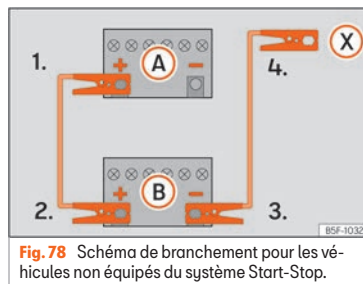

Fig. 78 Schéma de branchement pour les véhicules non équipés du système Start-Stop.
2. Raccordez une extrémité du câble de démarrage **rouge** au pôle positif (+) du véhicule dont la batterie est déchargée **(A)** » » » **fig. 78**.
- 4a. Sur les véhicules sans système Start-Stop : raccordez une extrémité du câble d'urgence **noir** à la borne négative (-) du véhicule fournissant le courant **(B)** » » » **fig. 78**.
- 4b. Sur les véhicules avec système Start-Stop : raccordez une extrémité du câble d'urgence **noir** (X) à une borne de mise à la terre appropriée, à une pièce »